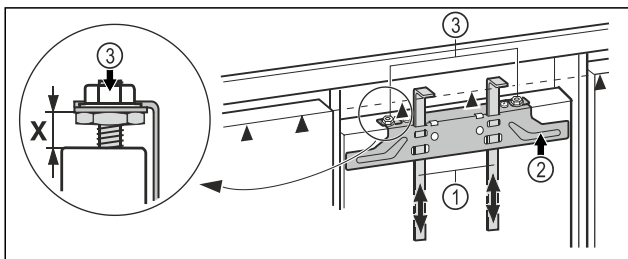

Fig. 18
- Montážní pomůcky Fig. 18 (1) vysuňte nahoru do výšky nábytkových dvířek. Spodní dorazová hrana ▲ montážní pomůcky = horní hrana montovaných nábytkových dvířek.
- Upevňovací příčník Fig. 18 (2) vyšroubujte přes pojistné matice Fig. 18 (3).